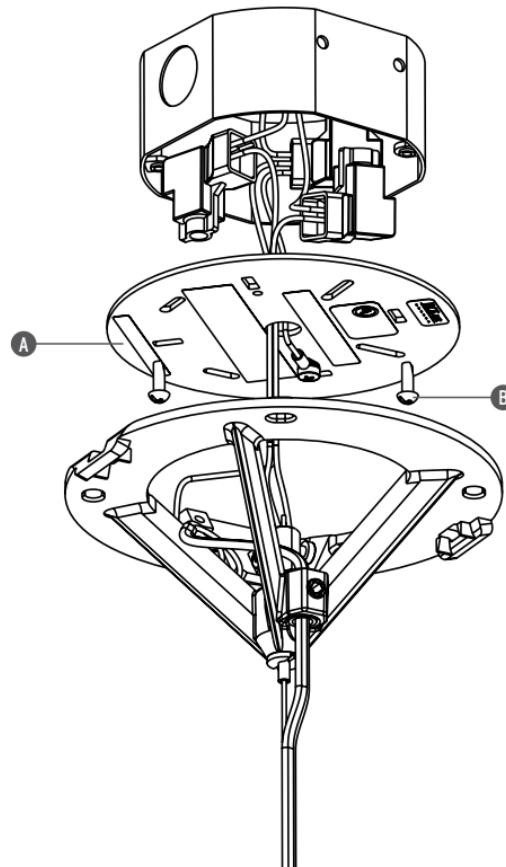

Fig. 1a
Fig.1a Allow the feed cables from the apparatus to pass through the central hole of the covering plate (A), then proceed with the electrical connections (black to black, white to white, green to ground) in the outlet box; Fix the plate (A) to the Outlet Box using the two screws (B) supplied.
Fig.1a Faire passer les câbles d'alimentation provenant de l'appareil à travers le trou central de la plaque de protection (A), effectuer alors les raccordements électriques (noir avec noir, blanc avec blanc, vert à la terre) dans la boîte de connexion (Outlet box); fixer alors la plaque (A) à la Boîte de connexion (Outlet Box) avec les deux vis (B) fournies.
Fig.1a Pasar los cables de alimentación provenientes del aparato a través del agujero central del plato de la cobertura (A), luego realizar las conexiones eléctricas (negro a negro, blanco a blanco, verde a tierra) en la caja de conexión (Outlet box); luego fijar el plato (A) a la caja de conexión (Outlet box) con los dos tornillos (B) en dotación.